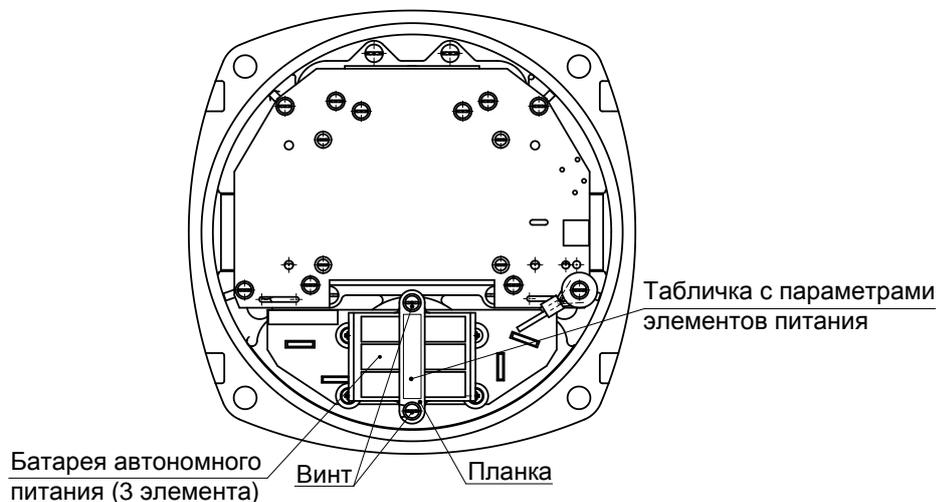

Рисунок 8 – Расположение батареи на внутренней стороне лицевой панели
– на внутренней стороне лицевой панели (рисунок 8) ослабить винты, сместить планку;